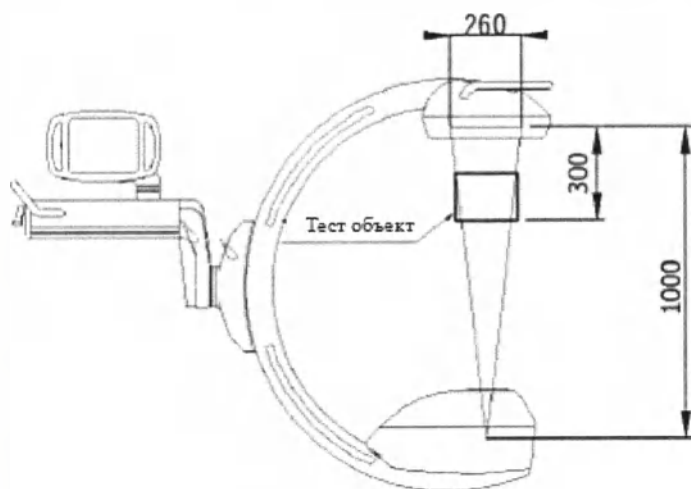

Рисунок 14.3.1
7.3.1 Размеры для карты измерения кермы ИСО (рисунок 14.3.1)